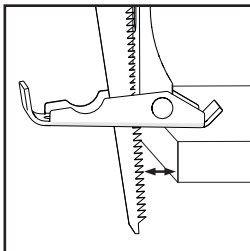

Fig. 9
- Asigurați-vă că placa de contact cu piesa de lucru este ferm în contact cu piesa de lucru și că pânda nu intră în contact cu aceasta. **(Fig. 9).**